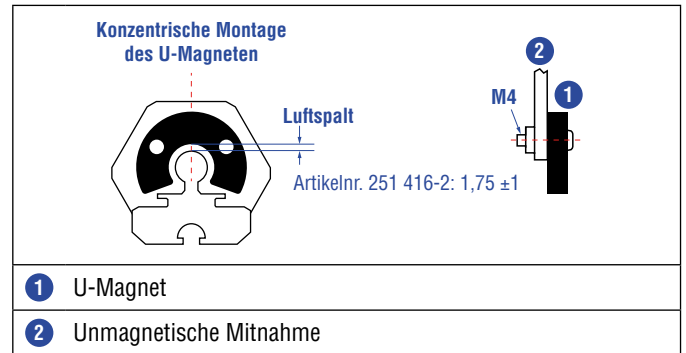
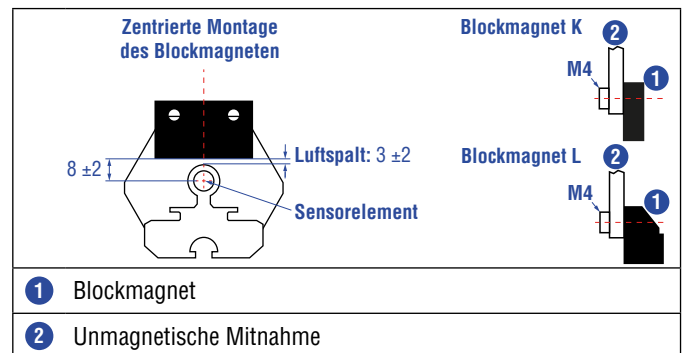

Abb. 65: Montage U-Magnet (Artikelnr. 251 416-2)
Abb. 66: Montage Blockmagnet K (Artikelnr. 251 298-2) und Blockmagnet L (Artikelnr. 403 448)
- Montieren Sie Blockmagnete zentriert über dem Messstab oder dem Sensorprofil. Maximal zulässigen Luftspalt nicht überschreiten (Abb. 65/Abb. 66).